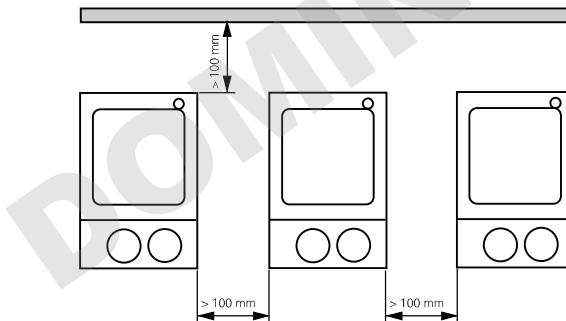

Fig. 2
- Respectez les écarts minimum (comme dans Fig. 2 représenté) entre les appareils, entre l'appareil et le mur au-dessus de la structure (800mm au moins).